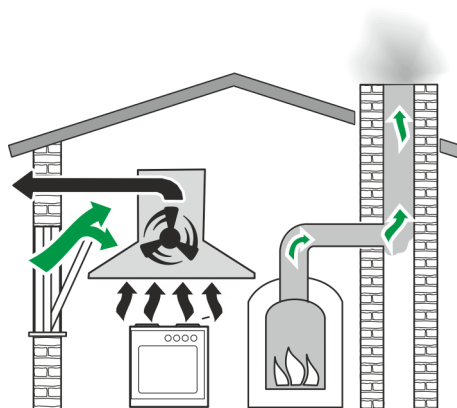

Abb. 6: Verwendung eines Fensterkippeschalters
- Benutzen Sie einen Fensterkippeschalter, um Frischluft nachströmen zu lassen (Abb. 6).